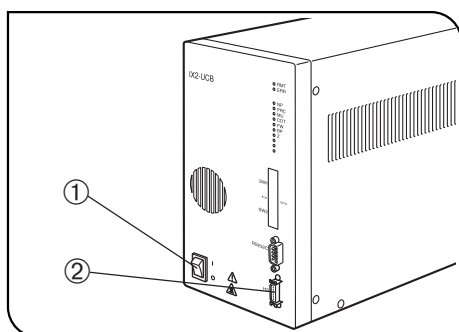

Fig. 4
- ▲ Controllare che l'interruttore dell'unità di controllo ① sia posizionato su « O » (OFF) prima di procedere al collegamento del tastierino, degli altri moduli e del cavo di alimentazione. (Fig. 4)
1 Collegamento del Cavo del Tastierino (Fig. 4)